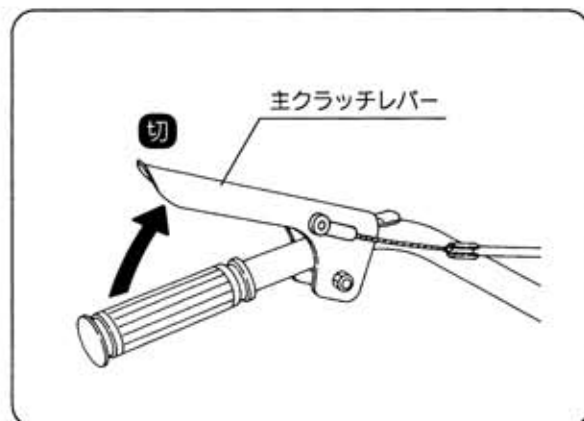

図10
- ① 主クラッチレバーを「切」位置にします。(ハンドルパイプより左手を離します。)(図10)